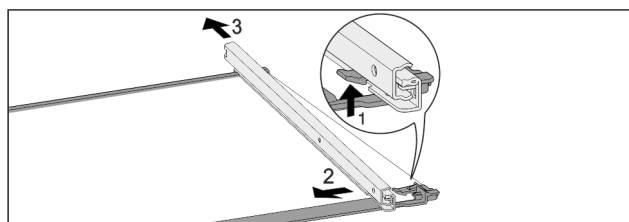

Fig. 84 Glasplade med skinner
- ▶ Tryk den forreste låsekrog op. Fig. 84 (1)
- ▶ Skub udtræksskinen til siden Fig. 84 (2) og og bagud Fig. 84 (3).